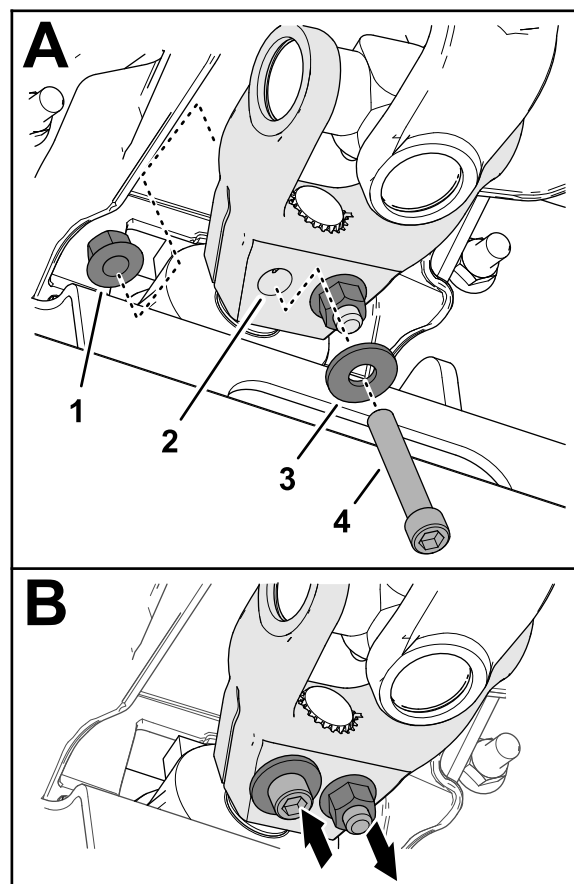

Рисунок 19
6. Проденьте колпачковый винт с внутренним шестигранником ($\frac{3}{8} \times 2\frac{1}{4}$ дюйма) через шайбу ($\frac{3}{8}$ дюйма) и отверстие в вилке ведущего вала (Рисунок 19) и закрепите колпачковый винт фланцевой контргайкой ($\frac{3}{8}$ дюйма).
7. Проденьте колпачковый винт с внутренним шестигранником ($\frac{3}{8}$ x $2\frac{1}{4}$ дюйма) через шайбу ($\frac{3}{8}$ дюйма) и отверстие в вилке ведущего вала с противоположной стороны (Рисунок 19) и закрепите колпачковый винт фланцевой контргайкой ($\frac{3}{8}$ дюйма).